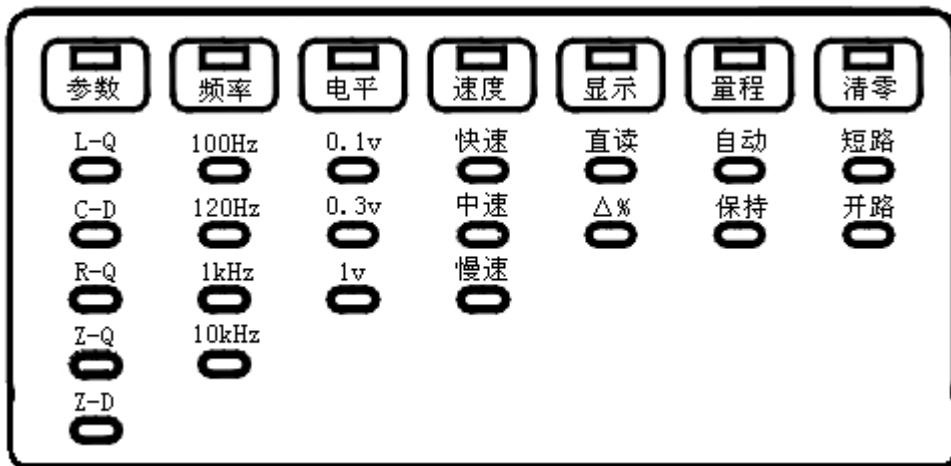

图 4-4 常用状态指示示意图
1、“测量”状态：对应七种常用功能的选择，功能直接在面板上指示（见图 4-4），仪器在“测量”状态时使用：“**△**”，“**▽**”，“**<**”，“**>**”，“**启动**”等按键，即可获得。